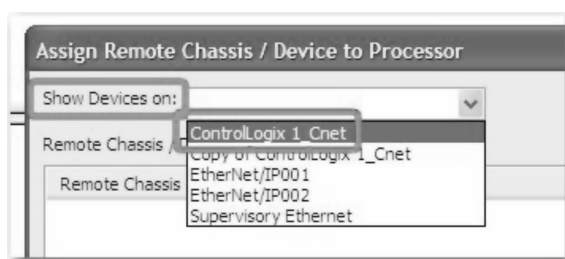

图 26-175 设备显示视图
2. 单击“显示位于以下位置的设备:”(Show Devices on:)下拉列表。该下拉列表会显示,已在组态中创建的网络。选择 ControlLogix 1_Cnet,如图 26-175 所示。